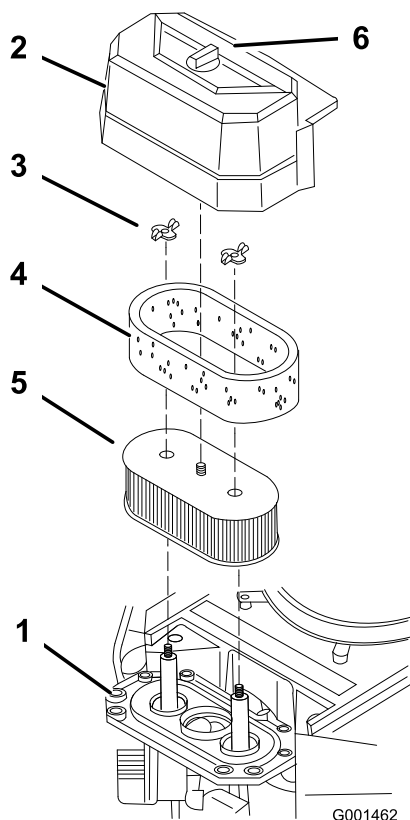

Figura 32
3. Limpie alrededor del limpiador de aire de forma que la suciedad no penetre en el motor y cause daños (Figura 32).
4. Desenrosque el pomo de la cubierta y retire la cubierta del limpiador de aire (Figura 32).
5. Desenrosque las 2 tuercas de orejeta y retire el conjunto del limpiador de aire (Figura 32).
6. Retire cuidadosamente el filtro de gomaespuma del filtro de papel (Figura 32).
No limpie el filtro de papel. Cámbielo después de 200 horas de funcionamiento (Figura 32). Compruebe que el filtro no está roto, que no tiene una película aceitosa y que la junta de goma no está dañada. Cámbielo si está dañado.
1. Deslice cuidadosamente el filtro de gomaespuma sobre el filtro de papel (Figura 32).
2. Coloque el conjunto del limpiador de aire sobre la base del limpiador de aire y fíjelo con 2 tuercas de orejeta (Figura 32).
3. Coloque en su posición la cubierta del limpiador de aire y apriete el pomo de la cubierta (Figura 32).